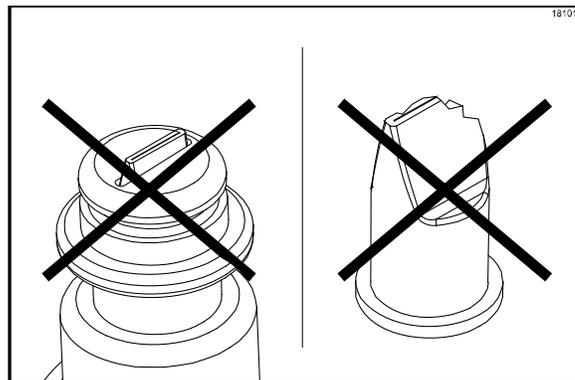

Figure 30
**Remarque :** Changer la vanne en bec de canard, en cas d'endommagement ou si elle dépasse de l'encoche du raccord de tête de sirop (Cf. Figure 30).